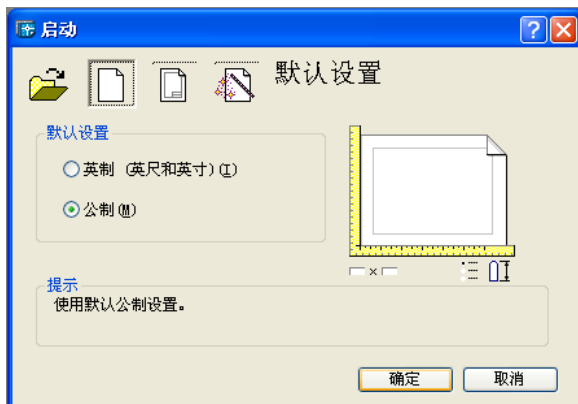

图 1.3 新建对话框
(2) “默认设置”图标: 单击此处, 在对话框中列出两个选项: “英制”和“公制”, 默认状态为公制, 采用此默认设置即进入以公制“毫米”为单位的绘图环境, 如图 1.3 所示。